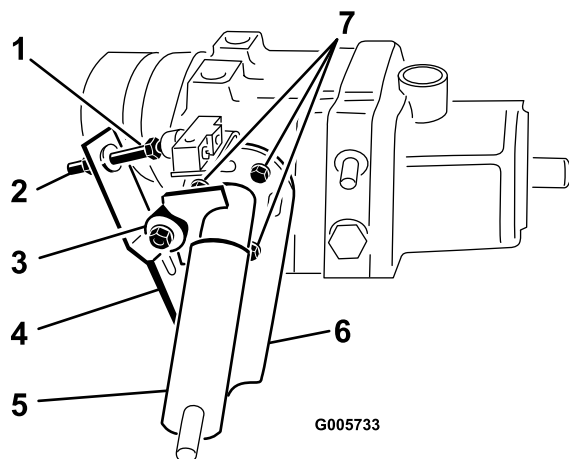

Figure 72
1. Garez la machine sur une surface plane et horizontale, et arrêtez le moteur. Serrez le frein de stationnement, basculez le siège en avant et actionnez le levier de la pompe (Figure 72) pour vérifier si l'ensemble est correctement positionné et fonctionne librement. Corrigez les défauts éventuels.
6. Parce que la roue tourne, il faut régler la plaque de la pompe. Commencez par mettre la manette d'accélérateur en position de bas régime. Si la roue tourne vers l'avant, desserrez les vis et tapez légèrement le bas de la plaque de la pompe dans le sens antihoraire (Figure 72). Tapez la plaque dans le
sens horaire si la roue tourne en arrière (Figure 72). Lorsque la roue s'arrête de tourner, serrez les vis de fixation de la plaque de la pompe contre le côté de la transmission. Vérifiez le réglage avec la commande d'accélérateur en position de bas régime, puis de haut régime.
- Fixation ou usure du roulement à billes (Figure 72).
- Ressorts à lames affaiblis ou endommagés (Figure 72). Remplacez.
2. Actionnez le levier de la pompe (Figure 72) pour vérifier que toutes les pièces fonctionnent librement et sont bien positionnées.
3. Desserrez l'écrou de blocage. Tournez la vis de réglage du contacteur (Figure 72) jusqu'à ce que la tête de la vis et le bouton du contacteur s'écartent l'un de l'autre.